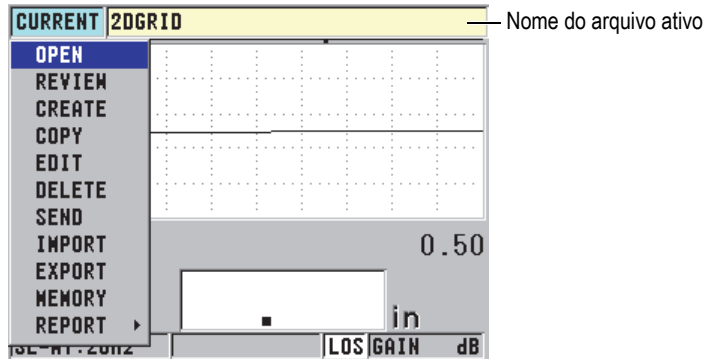

Figura 6-15 Nome do arquivo ativo exibido na barra de ID
O datalogger do 45MG é um sistema baseado em arquivo, no qual apenas um arquivo é aberto por vez. O arquivo ativo armazena uma medida em uma identidade (ID) baseada na localização de medida de espessura. A cada vez que [SAVE] é pressionado, o valor mostrado é salvo no arquivo ativo e na ID atual. O ID é automaticamente aumentado para a próxima medida. Quando se pressiona [FILE], o nome do arquivo ativo aparece na barra de ID acima do menu (ver Figura 6-15 na página 101).